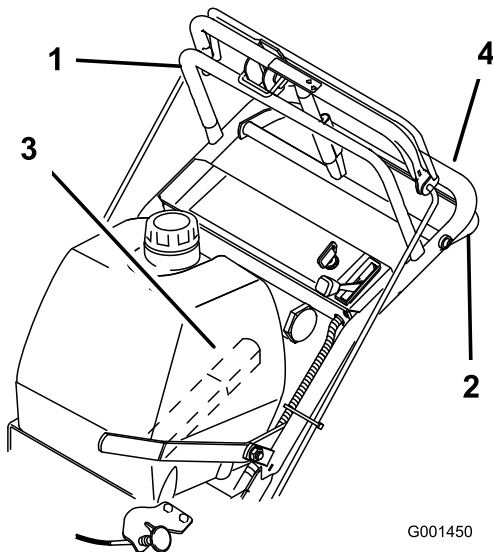
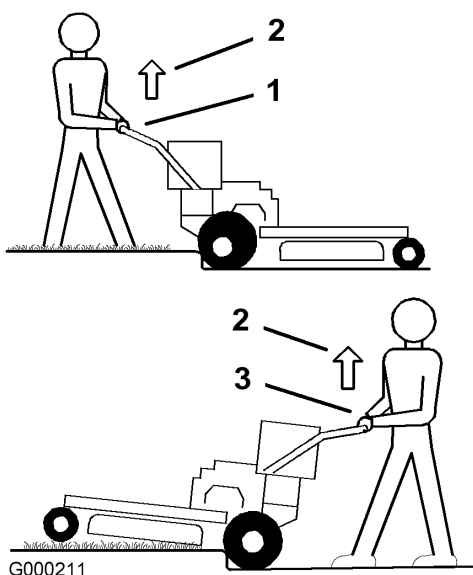
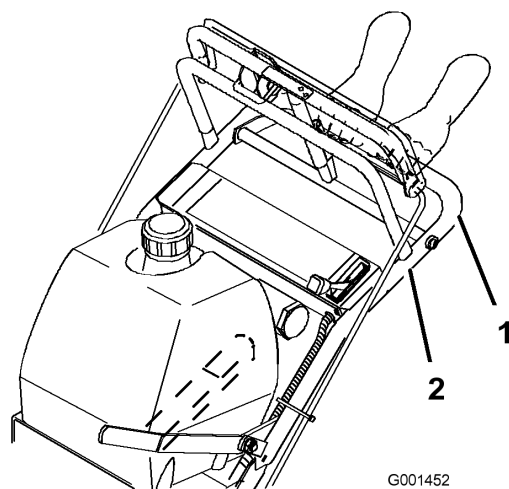

Figura 9
Figura 10
Figura 11
1. Para ir hacia adelante, mueva la palanca de cambios a una marcha hacia adelante (Figura 9).
3. Presione lentamente la barra de control superior para conducir hacia adelante (Figura 9).
Para ir recto, aplique la misma presión a los dos extremos de la barra de control superior (Figura 9).
Para girar, deje de empujar la barra de control superior del lado al que desea girar (Figura 9).
3. Apriete lentamente la barra de control inferior y el manillar inferior para conducir hacia atrás (Figura 9).
3. Conduzca la máquina hasta que las ruedas giratorias toquen el bordillo (Figura 10).
4. Levante la parte delantera de la máquina empujando el manillar inferior hacia abajo (Figura 10).
5. Conduzca la máquina hasta que las ruedas de tracción toquen el bordillo (Figura 10).
6. Baje la parte delantera de la máquina (Figura 10).
7. Al mismo tiempo, engrane la barra de control inferior y levante el manillar inferior para conducir la máquina por el bordillo (Figura 9 y Figura 10).
3. Conduzca la máquina hasta que las ruedas de tracción toquen el bordillo (Figura 10).
4. Al mismo tiempo, engrane la barra de control inferior y levante el manillar inferior (Figura 9 y Figura 11).